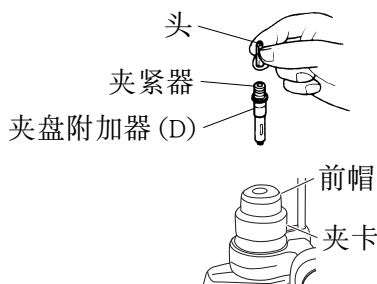

图 10
4. 旋机械螺丝时(图 10)
5. 旋木螺丝时(图 10)